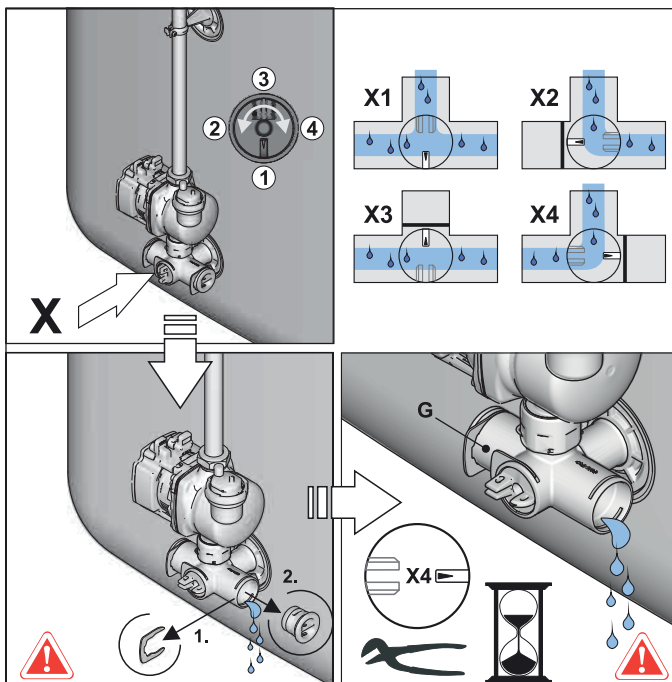

Fig. 6-5 Bloccare l'inserto valvola, rimuovere il tappo cieco dall'angolo di raccordo
- Impostare l'inserto valvola nell'angolo di raccordo in modo da bloccare il passaggio verso il tappo cieco (fig. 6-5).
- Rimuovere il tappo cieco dall'angolo di raccordo (fig. 6-5) e collocare una vaschetta di raccolta idonea.
- Impostare l'inserto valvola all'angolo di raccordo in modo tale da aprire il passaggio verso il tubo di scarico (v. anche fig. 6-5) e fare scorrere l'acqua presente nel contenitore di raccolta.